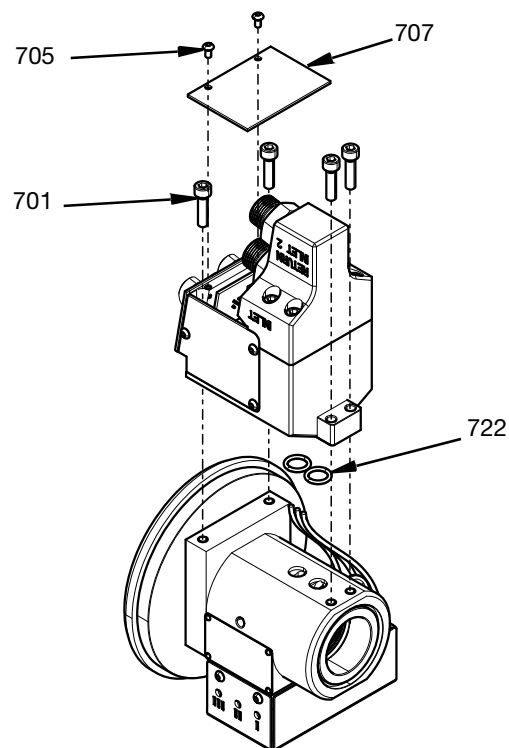

FIG. 18
- Ta bort de två M3-lockskruvarna (705) och ta bort topplocket (707).
- De fyra M5-skruvarna (701) kan sedan tas bort så att anslutningshuset separeras från ledade kammaren.
Sensorer eller pluggar är nu åtkomliga. Gamla O-ringar (722) bör bytas ut mot nya. Se FIG. 18.